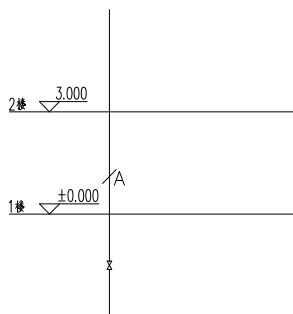

图 3-43 打开消火栓素材
**01** 按 Ctrl+O 组合键，打开配套光盘提供的“第 3 章/3.3.4 消火栓.dwg”素材文件，结果如图 3-43 所示。